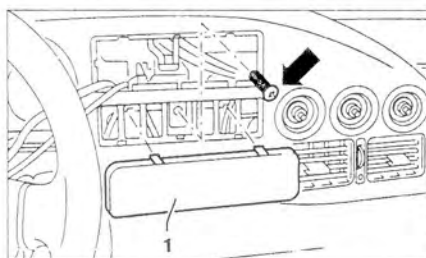

Рис. 9.14. Снимите панель 1 и открутите винт (стрелка).
3. Снимите панель 1 и открутите винт (стрелка) (рис. 9.14).